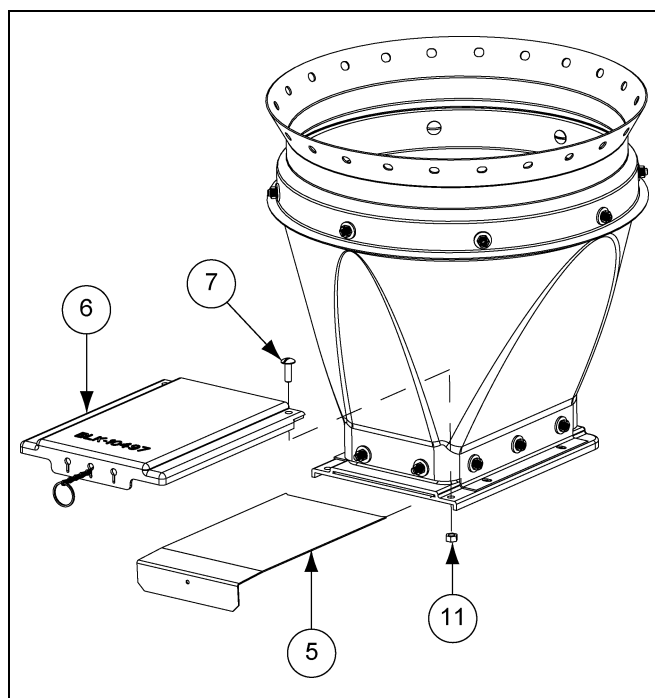
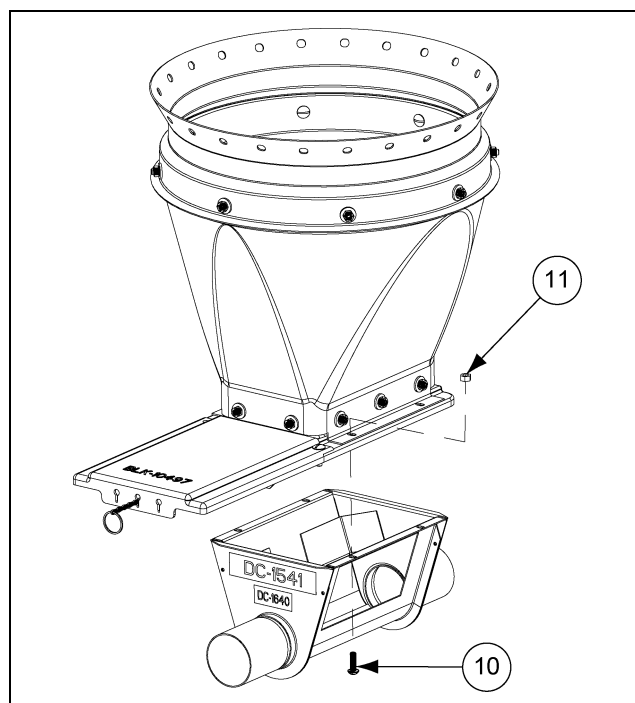

Рисунок 5D
Рисунок 5E
Вставьте затвор в переходник. Перед закреплением скользящего щитка на переходнике задвижку необходимо установить в рабочее положение. Для крепления щитка используйте два (2) болта 5/16"-18 x 1" с полукруглой головкой. См. рис. 5D.
Закрепите болтами разгрузочное устройство на переходнике/уголках в сборе, как показано на рис. 5D. Запомните ориентацию этих болтов. См. рис. 5E.